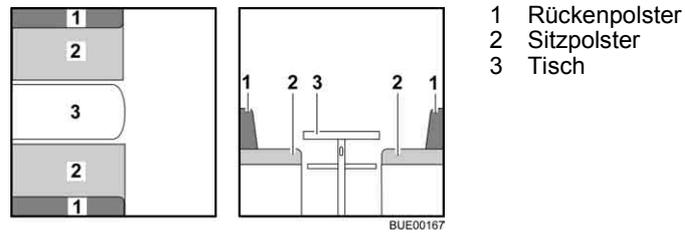

Bild 70 Vor dem Umbau
- Tisch (Bild 70,3) zum Bettunterbau umbauen (siehe Abschnitt 6.11).